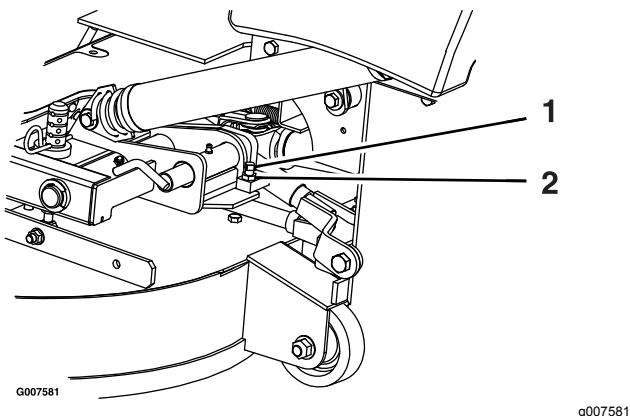

Figura 82
2. Afloje la contratuerca y gire el tornillo de tope en sentido horario hasta que el pasador de bloqueo esté apretado y no pueda girarse con la mano (Figura 82).